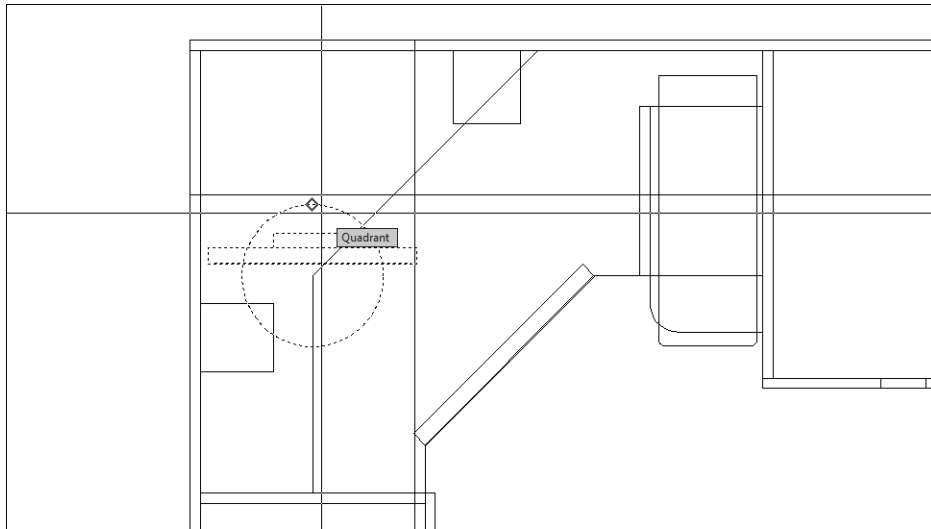

Рис. 5.24. Выбор верхней точки окружности с помощью режима привязки *Quadrant*
5. Переместите указатель-перекрестие к верхней точке окружности и, когда AutoCAD распознает верхний квадрант (рис. 5.24), щелкните для захвата координат этой точки в качестве координат базовой точки.